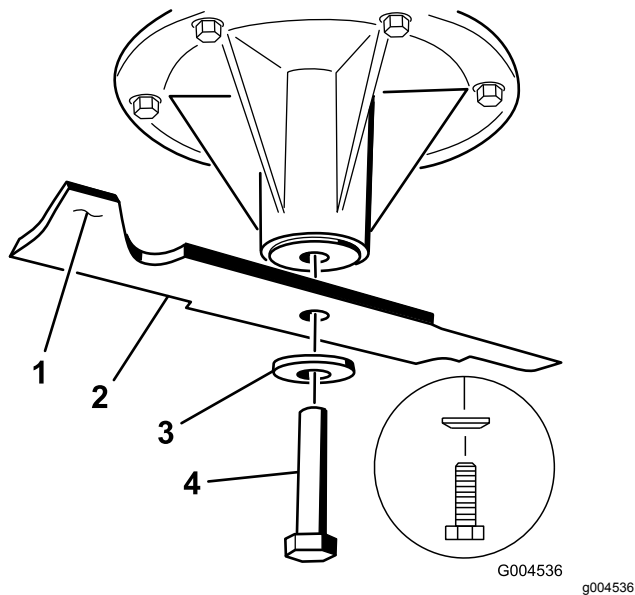

Figura 92
1. Instale la cuchilla en el eje (Figura 92).
2. Instale la arandela de muelle y el perno de la cuchilla (Figura 92).
**Nota:** El cono de la arandela elástica debe estar orientado hacia la cabeza del perno (Figura 92).